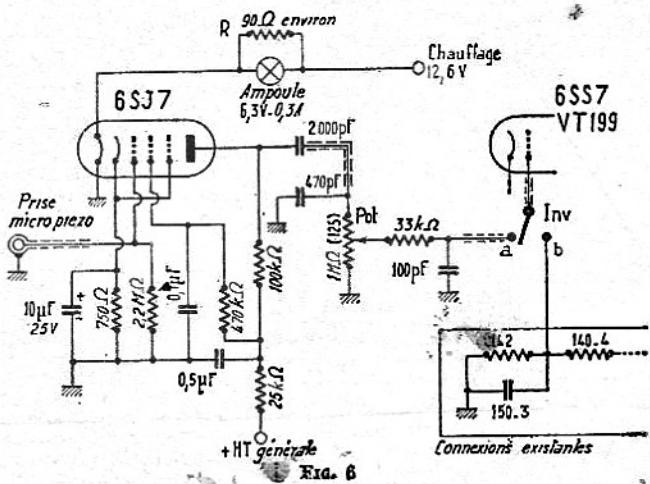

Fig. 6
Les circuits de cet étage pré-amplificateur BF sont alors câblés comme il est indiqué sur la fig. 6.
de modulation par l'ajustage du potentiomètre Pot. (125) de la figure 6.